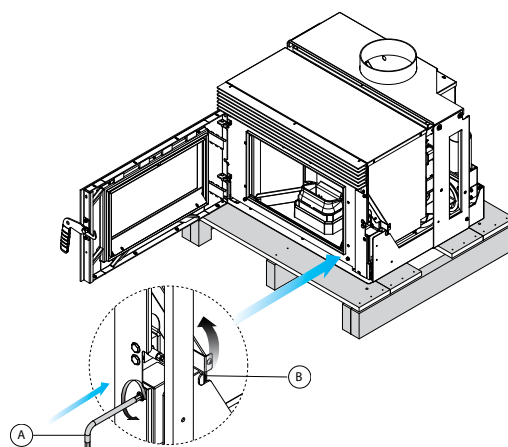
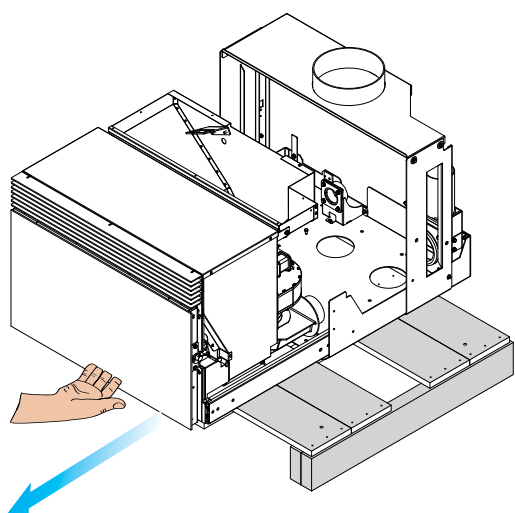

fig. 6.1.2
fig. 6.1.3
- 4) Inserire la chiave a brugola (A) nella sede del limitatore; ruotare la leva di blocco in senso antiorario in posizione (B) (fig. 6.1.2), chiudere lo sportello ed estrarre l'apparecchio all'esterno, fino alla fine delle guide (fig. 6.1.3).